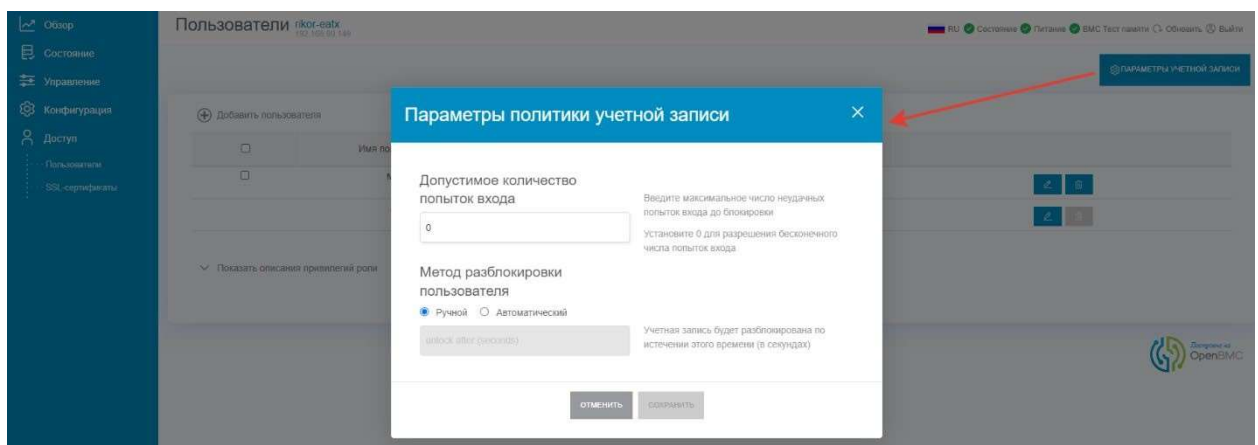

Рисунок 83 – Окно «Параметры учётной записи»
В верхней правой части страницы расположена кнопка «Параметры учётной записи» (1), нажатие на которую открывает окно (Рисунок 83), в котором можно задать количество неудачных попыток авторизации пользователей (число неверно введённых имени или пароля). По умолчанию значение поля «Допустимое количество попыток входа» установлено в «0», что означает отсутствие ограничений. При установке в этом поле значений, отличных от «0», при превышении числа попыток входа учётная запись блокируется. Метод разблокировки устанавливается в блоке «Метод разблокировки пользователя» установкой одного из двух вариантов: «Ручной» (администратором) или «Автоматический» по истечении установленного времени (задаётся вручную).